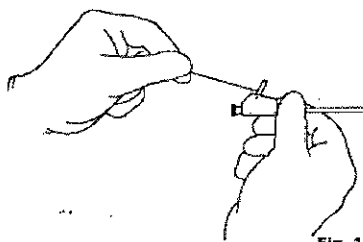

Fig. 1
- a. Estabilice el conjunto conector del catéter Mac-Loc con una mano y tire del hilo de bloqueo para que el extremo distal del catéter adopte su forma de lazo. (**Fig. 1**)